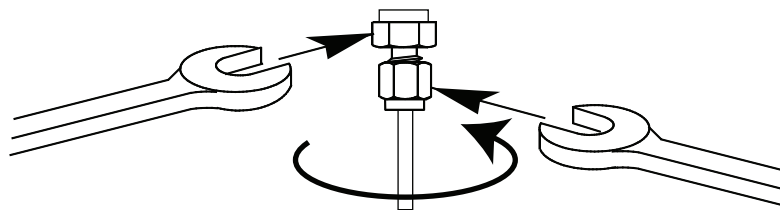

Figura 19. Apriete final
- 7 Para conexiones Swagelok de 1/8 pulgadas, utilice un par de llaves para apretar la conexión 3/4 de vuelta. Consulte la Figura 19.